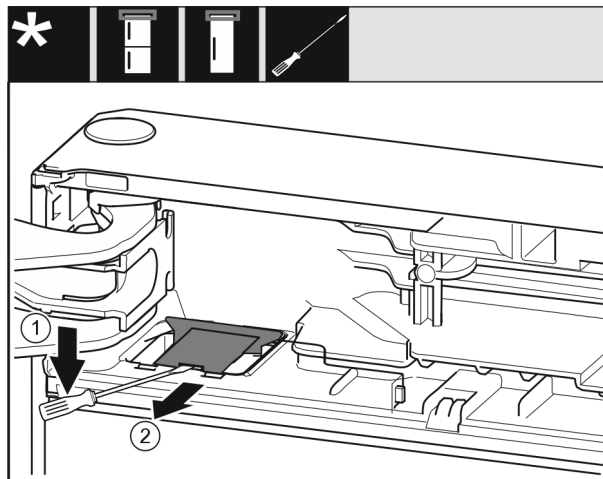

Fig. 7
- ▶ Use un destornillador de punta plana para desenganchar la cubierta y levantarla. Fig. 7 (1)
- ▶ Retire la cubierta. Fig. 7 (2)